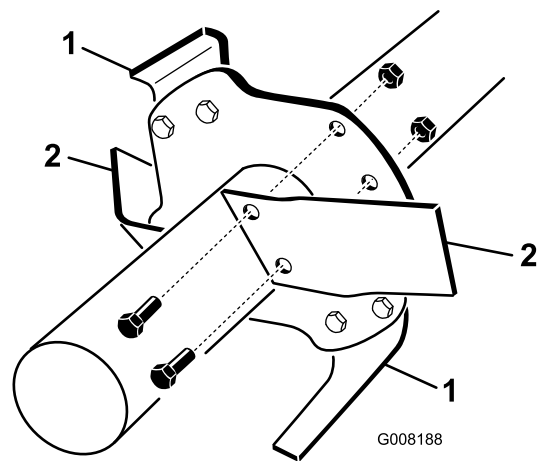

Figura 14
6. Togliete le fustelle vecchie una alla volta e installate le nuove fustelle (**Figura 14**).